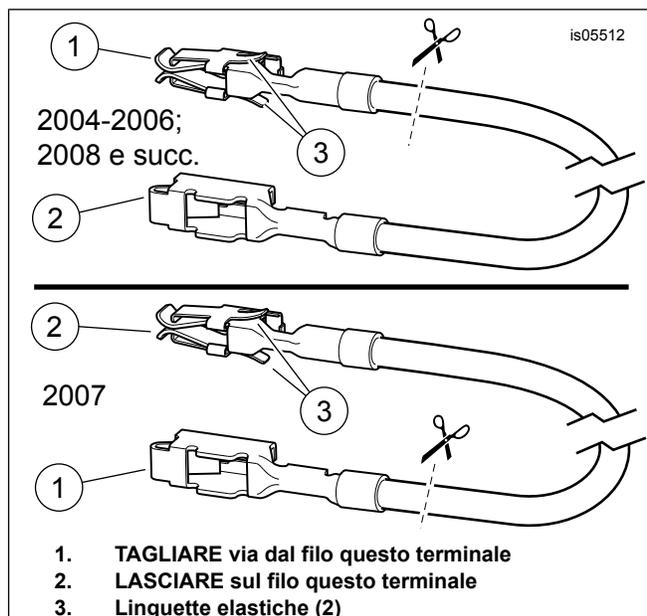

Figura 12. Filo dell'adattatore del pannello fusibili (Touring FL)
2. Prendere dal kit il filo arancione/bianco dell'adattatore del pannello fusibili (15).
- a. **Per i modelli dal 2004 al 2006:** Vedere la figura 12. (vista superiore). Prendere nota del terminale a ciascuna estremità, solo il terminale SENZA le linguette elastiche si adatta nella cavità del fusibile. Tagliare con attenzione il terminale CON le linguette elastiche via dal filo ed eliminarlo.
- b. **Per i modelli del 2007:** Vedere la figura 12. (vista inferiore). Ad ogni estremità, prendere nota del terminale. Nella cavità del fusibile si inserisce solo il terminale CON le linguette elastiche. Tagliare con attenzione il terminale SENZA le linguette elastiche via dal filo ed eliminarlo.
- a. Vedere Figura 12. (vista superiore). Ad ogni estremità, prendere nota del terminale. Nella cavità del fusibile si inserisce solo il terminale CON le linguette elastiche. Tagliare con attenzione il terminale SENZA le linguette elastiche via dal filo ed eliminarlo.